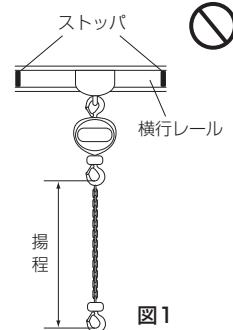

図1
- (4)トロリと組み合わせて使用される場合は、トロリの取扱説明書を熟読し正しくご使用ください。
- (5)トロリを取り付けられるレールの両端末にはストップアを取り付けてください。図1
- (6)つった荷を揺らしてはいけません。
- (7)定格荷重を超える荷は、絶対につらないでください。
- (8)損傷を受けたり、異音がするチェーンブロックを使用しないでください。
- (9)ロードチェーン、手鎖に次の異常があるときは絶対に使用しないでください。
- (10)ロードチェーンの切断・継ぎ足し、溶接は絶対に行わないでください。
- (11)チェーンブロックの改造は絶対にしないでください。
- (12)チェーンブロックを高所から落としたり、持ち運びするとき、引きずったり、放り投げたりしないでください。
- (13)雨や水のかかる場所、不適当な化学薬品等の特殊環境などには据え付けしないでください。